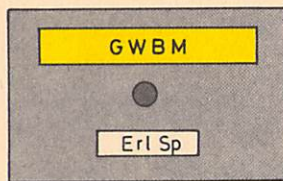

Bild 13
- (1) Bei Selbstblock der Bauformen Siemens 53 bis 59 mit Gleiswechselbetrieb sind besondere Zusatzeinrichtungen vorhanden. Sie werden als Taktprüfeinrichtung bezeichnet. Diese befindet sich in dem Stellwerk (bevorrechtigter Bahnhof), aus dem die Ausfahrten in der gewöhnlichen Fahrtrichtung stattfinden. Die Freimeldung der einzelnen Blockabschnitte wird zu einer Gesamtmeldung zusammengefaßt und durch den Gleiswechselbetriebsmelder angezeigt. In den Zusatzbestimmungen sind die Abschnitte bezeichnet, die von der Taktprüfeinrichtung überwacht werden. **Taktprüfeinrichtung**
- (2) Die Taktprüfeinrichtung befindet sich in Grundstellung, wenn bei freier Gesamtstrecke der Gleiswechselbetriebsmelder gelb leuchtet und der Erlaubnisabgabesperrmelder dunkel ist (vgl. Bild 13). **Grundstellung**